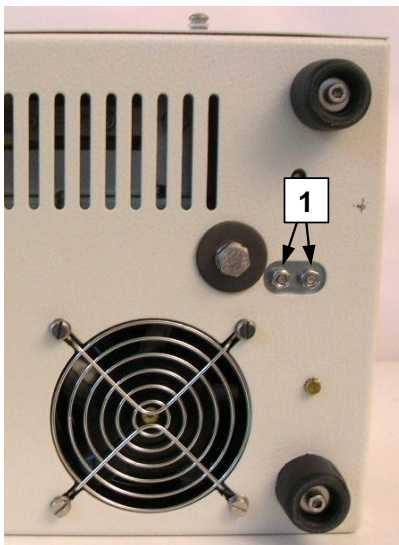

Bild 5.18
- Lösen Sie die beiden Muttern (Nr.1 - Bild 5.18) an der Unterseite des Rahmens des Durchlaufsiegelgerätes. Diese Muttern sichern die Wägezelle am Rahmen.